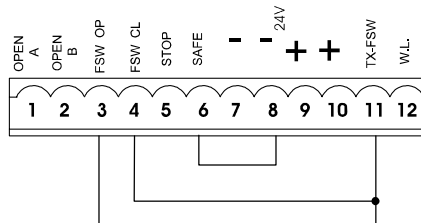

Fig. 26
N.B. Als er geen veiligheidsvoorzieningen worden gebruikt, moeten de klemmen worden overbrugd zoals op fig. 26.
Notabene: als er geen veiligheidsvoorzieningen bij opening worden aangesloten, moet een brug worden aangebracht tussen de klemmen FSW OP en -TX FSW (fig. 26).
Nota bene: als er geen veiligheidsvoorzieningen bij sluiting worden aangesloten, moet een brug worden gemaakt tussen de klemmen FSW CL en -TX FSW (fig. 26).
Nota bene: als er geen veiligheidsvoorzieningen "veiligheidslijst" worden aangesloten, moet een brug worden gemaakt tussen de klemmen SAFE en - (fig. 26).